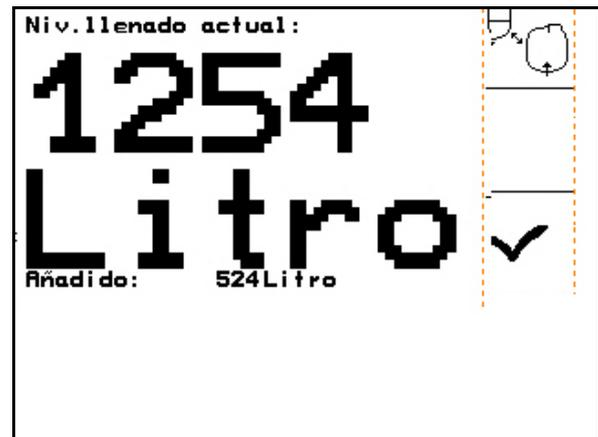

Fig. 95
1. Activar el menú de llenado (Fig. 95).